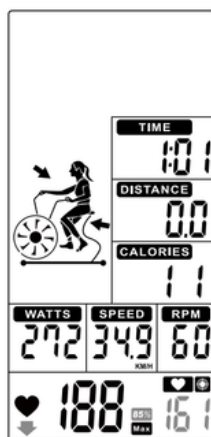

Figura 48
5. Cuando la frecuencia cardíaca supere el 85%, el valor parpadeará y el buzzer sonará cada 10 segundos hasta que la frecuencia del usuario baje del 85% (Figura 48).